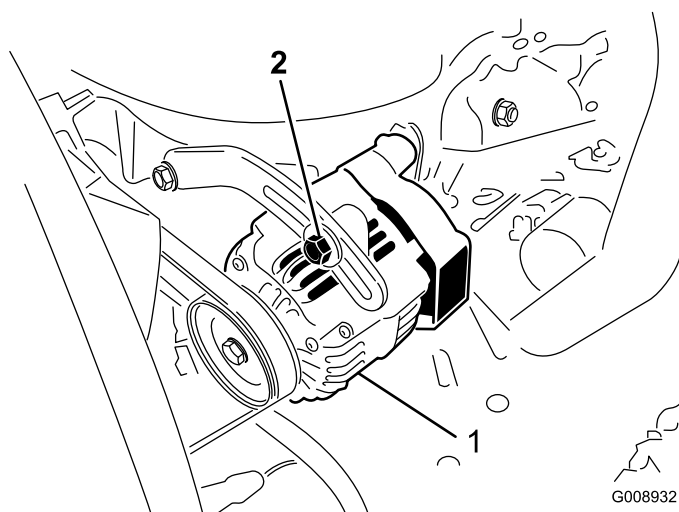

Figura 69
Controllate lo stato e la tensione delle cinghie (Figura 69) ogni 100 ore di servizio.
2. Se l'inflexione non è di 10 mm, allentate i bulloni di fissaggio dell'alternatore (Figura 69). Aumentate o riducete la tensione della cinghia dell'alternatore e serrate i bulloni. Controllate di nuovo l'inflexione della cinghia per accertare che sia esatta.